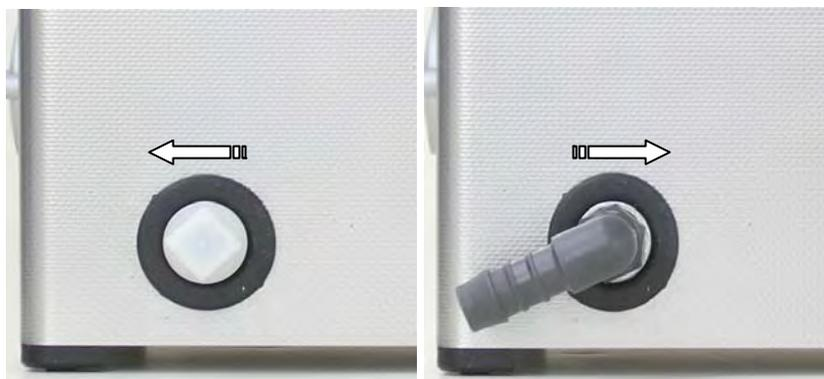

Fig. 5.1.1 Scarico con tappo di chiusura Fig. 5.1.2 Attacco montato
1. Smontare il tappo a vite di plastica installato in fabbrica prima della consegna ruotandolo in senso antiorario (vedi fig. 5.1.1).